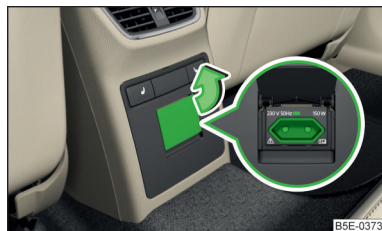

Fig. 94
- Abra la cubierta del enchufe en la dirección de la flecha » fig. 94.